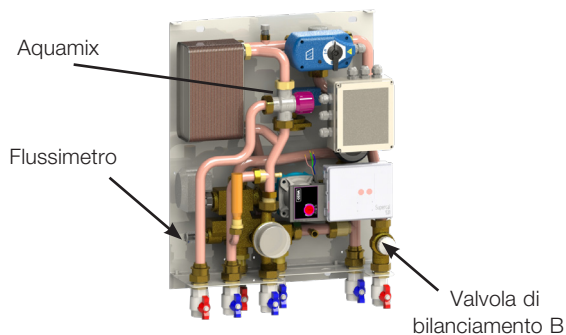

Figura 19
Facendo riferimento alla **Figura 19** seguire le seguenti istruzioni:
5. Leggere il valore di portata sul Supercal 531 e regolare l'apertura della valvola di bilanciamento B in **Figura 19** fino a ottenere il valore di portata desiderato.